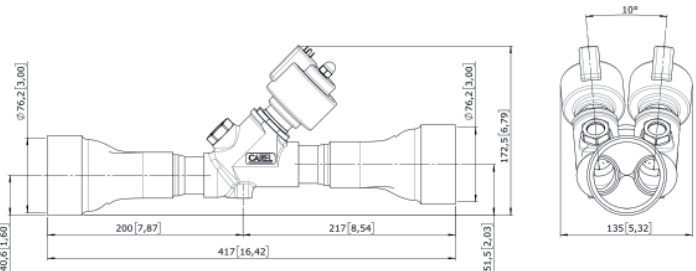

Fig. 4
5. Tighten the steel cartridge to the special threaded socket in the valve body using fork spanner (for the size see Fig. 4), making sure the O-ring is fitted to ensure hermetic tightness. Tighten the cartridge by pressing the ring against the valve body with a recommended torque of 30-35 Nm for E7V (Fig. 2.3). **Warning!** If the threaded rod comes completely out of the cartridge, proceed as follows:
- Visser la cartouche en acier au corps du détendeur dans son emplacement fileté spécial avec une clé à fourche (pour la dimension, voir fig. 4) en vérifiant l'insertion correcte du joint O'ring, qui garantit son étanchéité. Serrer la cartouche en situant la bague en butée sur le corps vanne avec un couple de serrage conseillé de 30-35 Nm pour E'V et E'V ou de 35-40 pour E'V (Fig. 2.3).
- Den Stahleinsatz in der speziellen Gewindeausparung des Ventilkörpers mit einem Gabelschlüssel (für die Größe siehe Fig. 4) verschrauben; überprüfen, dass der O-Ring, der die hermetische Dichtigkeit garantiert, befestigt ist. Den Einsatz am Ventilkörper mit einem Drehmoment von 30-35 Nm für E'V und E'V oder 35-40 für E'V festschrauben (Fig. 2.3).